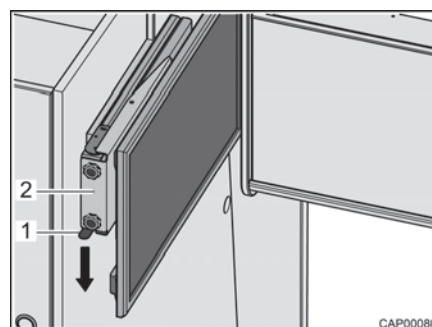

Bild 47 Auszug mit Flachbildschirm
- Rastfeder (Bild 47,1) nach unten drücken und Auszug (Bild 47,2) mit Flachbildschirm waagrecht in Richtung Fahrzeugmitte herausziehen.
- Auszug (Bild 47,2) mit Flachbildschirm waagrecht bis zum Anschlag schieben. Die Rastfeder (Bild 47,1) rastet hörbar ein.